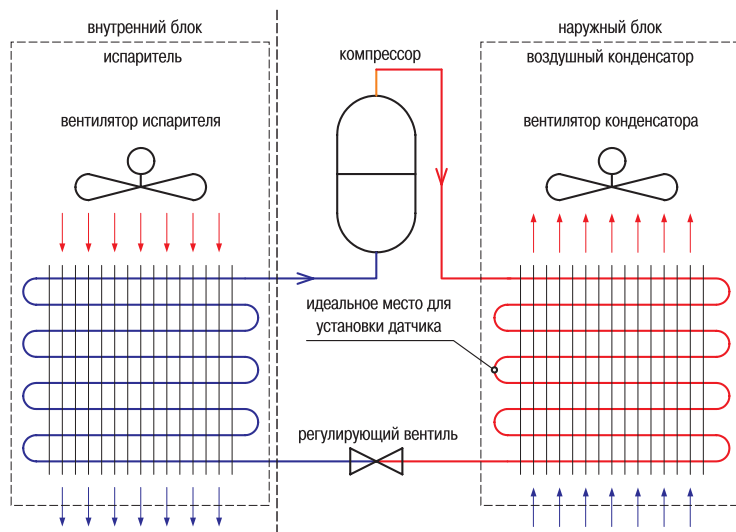

Рис. 4
5.2. Демонтировать панели, крышки на наружном блоке кондиционера для установки регулятора и датчика. На рис. 4 показано устройство кондиционера, для работы с которым предназначен прибор.
5.3. Определить место для установки датчика. Датчик следует устанавливать посередине фреонпровода воздушного конденсатора, т. е. на среднем калаче (соединителе прямых отрезков трубопровода), см. рис. 4.